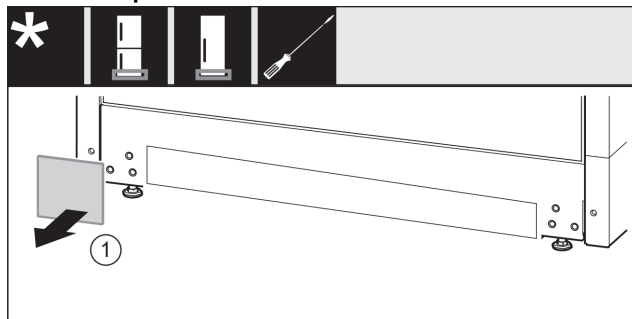

Fig. 15
- ▶ Detașați apărătoarea. Fig. 15 (1)